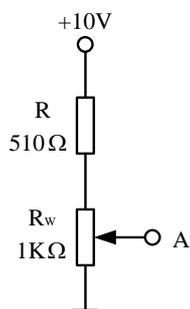

图 5 直流分压电路
2) 将 510Ω 电阻和 $1K\Omega$ 的电位器连接成如图 5 所示的直流分压电路，调节电位器，使得滑动端 A 点电压为 $6V$ （用万用表直流电压档测量），按表 6 中的要求用示波器测量这个信号的电压，记录测量结果并分析讨论。